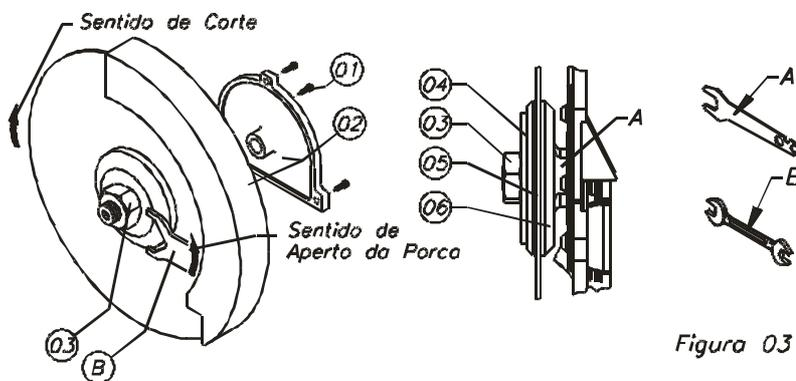

Figura 03
Para remoção da lâmina de serra, deve-se proceder conforme figura 03.
- 1) Remova os três (03) parafusos, figura 03 (01);
- 2) Remova o conjunto de proteção, figura 03 (02);
- 3) Encaixe a chave A na região "A", do flange interno, figura 03 (06);
porca, figura 03 (03);
- 7) Retire a porca, figura 03 (03);
- 8) Retire o flange, figura 03 (04);
- 9) Retire a lâmina de serra, figura 03 (05).
- 2) O flange, figura 03 (04);
- 3) A porca (rosca esquerda), figura 03 (03) (manualmente até o fim);
- 4) Encaixe a chave A na região "A", do flange interno, figura 03 (06);
- 5) Encaixe a chave B na porca, figura 03 (03);
- 9) Encaixe o conjunto de proteção, item 02, e fixe-o através dos três parafusos, figura 03 (01);